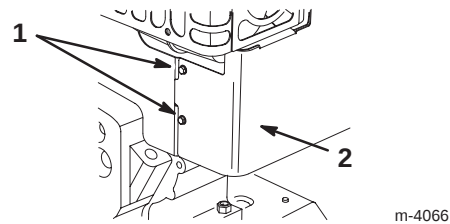

Bild 18
Entfernen Sie den Vergaserheizkasten (Bild 18), wenn der Motor bei Lufttemperaturen über 4°C eingesetzt wird.
1. Klemmen Sie das Zündkabel ab und achten Sie darauf, dass das Kabel nicht die Kerze berührt (Bild 18).
4. Entfernen Sie die zwei Schrauben, mit denen der Vergaserheizkasten befestigt ist (Bild 18).